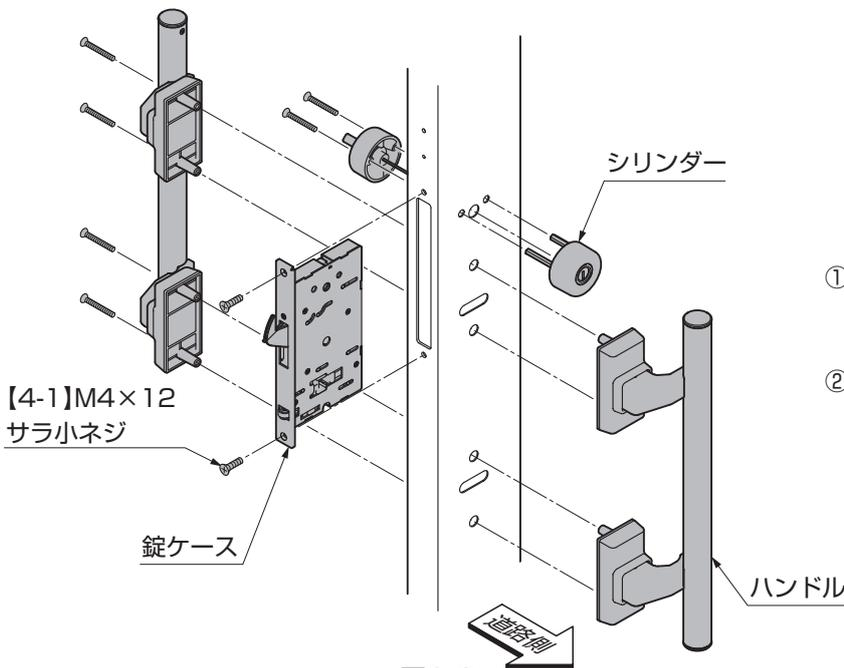

図6-3
①錠ケースを挿入し、ハンドルとシリンダーを固定してください。
②錠ケースを【4-1】で固定してください。(図6-3参照)